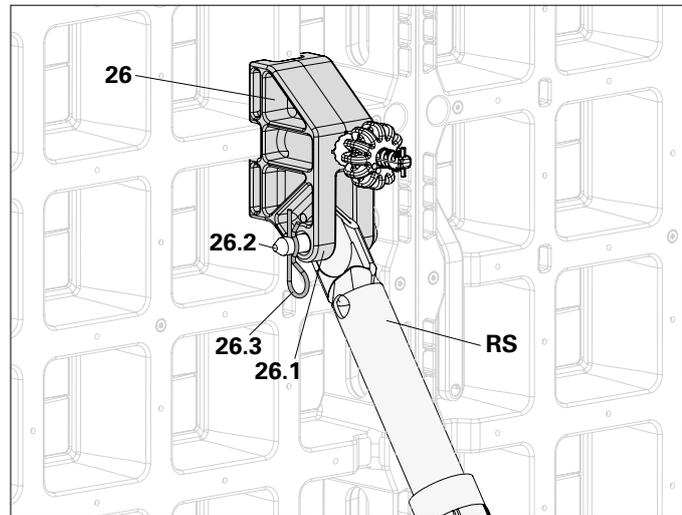

Fig. A6.07
Connecter l'étais tirant-poussant (RS) et les cosses de connexion (26.1) avec des boulons (26.2) et des goupilles de sécurité (26.3). (Fig. A6.07)